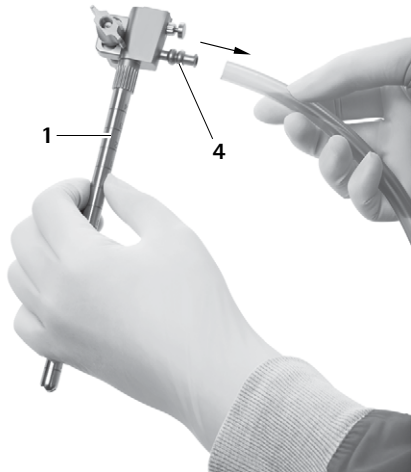

Abb. 12
- Schlauch von Spülanschluss **4** abziehen, siehe Abb. 12.